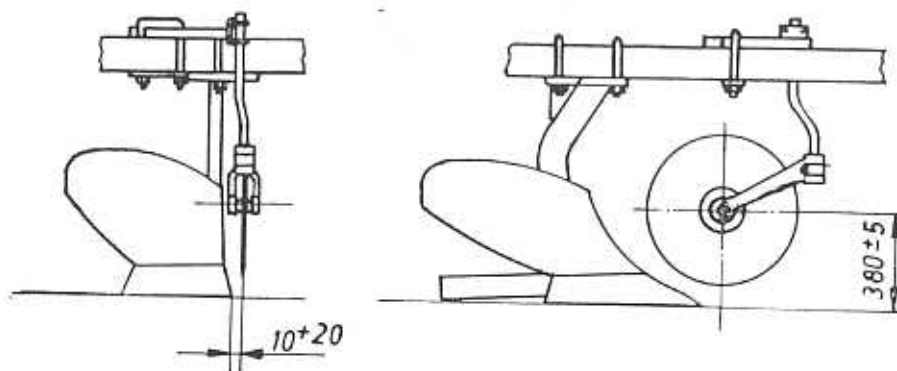

Abb. 9
8. hat das Scheibensech die richtige Schnittbreite (Abb. 9);